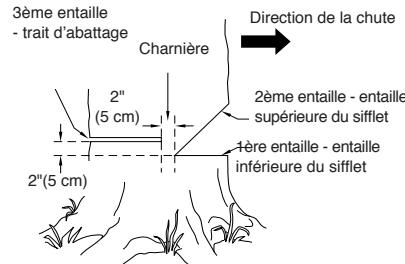

Figure 12 -Abattage d'un arbre
Un sifflet d'abattage correctement placé permet de déterminer la direction de la chute de l'arbre. Placer le sifflet d'abattage du côté de l'arbre où l'on veut qu'il tombe. (voir la Figure 12.) Procéder de la façon suivante pour faire le sifflet.
1. Faire l'entaille inférieure aussi près du sol que possible. Tenir la tronçonneuse de manière à ce que la guide-chaîne soit horizontale. Tailler sur 1/3 du diamètre du tronc d'arbre. (voir la Figure 12.)
Exemple : Si l'entaille inférieure a 20 cm (8 po) de profondeur, commencer l'entaille supérieure à 20 cm au-dessus de cette dernière. Scier vers le bas à un angle de 45°. L'entaille supérieure doit rencontrer l'extrémité de l'entaille inférieure. (voir la Figure 12.)
1. De l'autre côté de l'arbre, faire le trait d'abattage à 5 cm (2 po) au-dessus de l'entaille inférieure du sifflet. (voir la Figure 12.) Faire le trait parallèle à l'entaille inférieure.